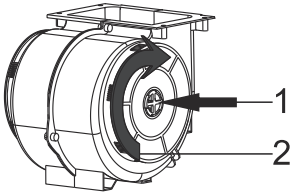

Fig. 6: FILTRO DE CARBÓN AF 100
- 1-Coloque el filtro de carbón en su carcasa.Fig. 6
- 2-Gire el filtro de carbón en el sentido de las agujas del reloj y asegúrese de que está completamente asentado.Fig. 6